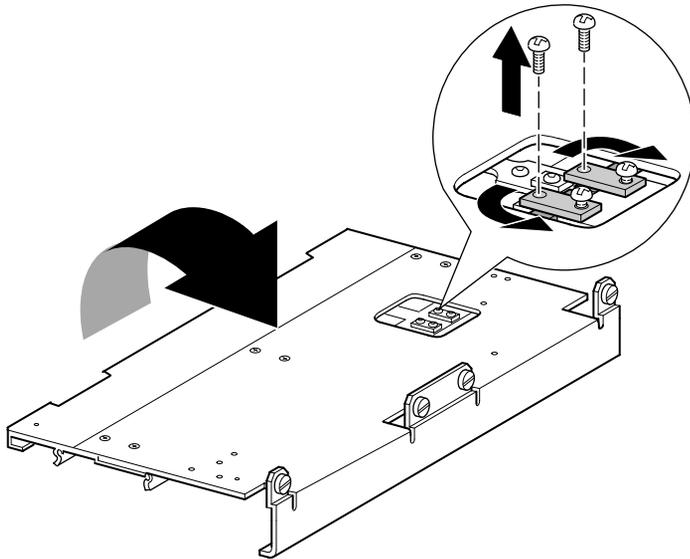

Figure 2-12. Trappe d'accès aux supports de blocage de la courroie
3. Retournez le PTM pour accéder à la trappe d'accès aux supports de blocage de la courroie (voir la Figure 2-12).
4. Retirez une vis de chacun des deux supports de blocage de la courroie. Desserrez l'autre vis et faites glisser chaque support de blocage de la courroie sur le côté afin de pouvoir accéder à la courroie d'entraînement (voir la Figure 2-12).